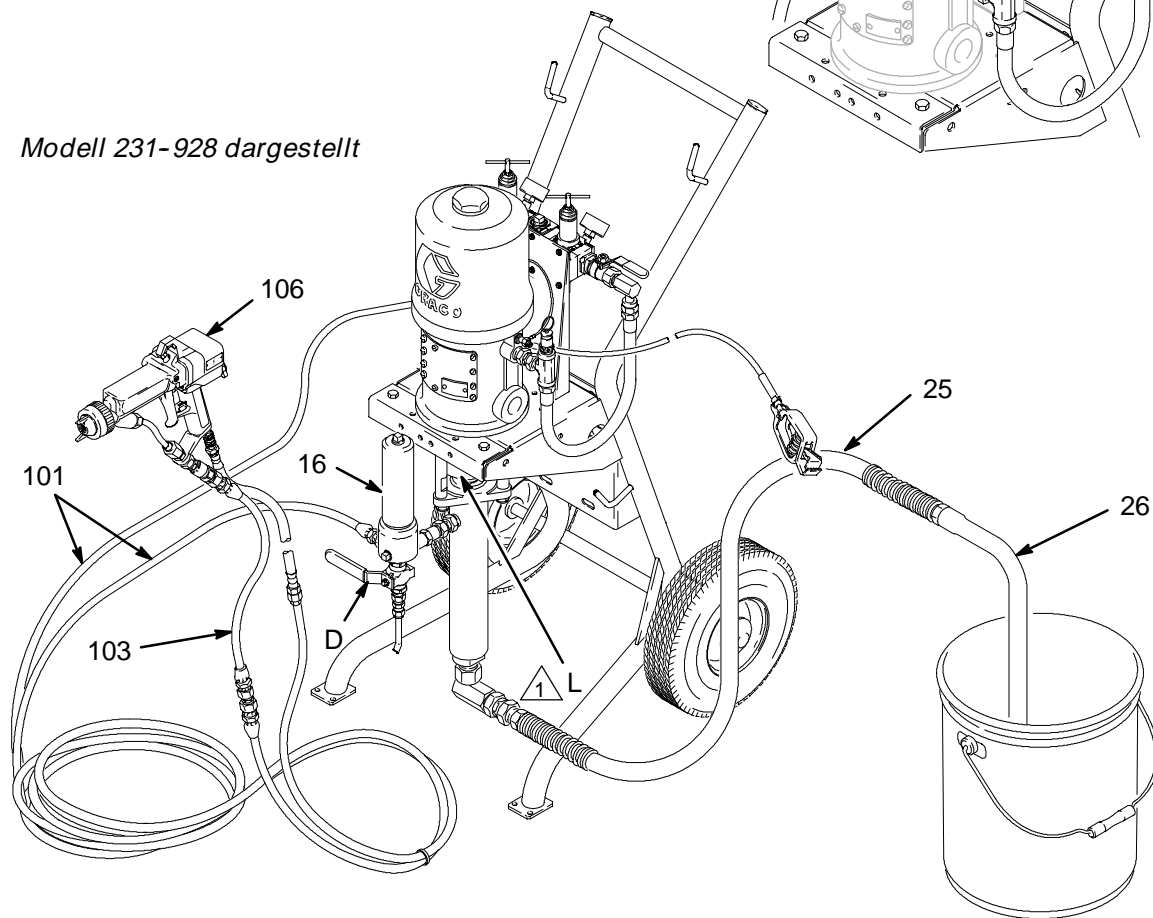

Abb. 5
Mit dem Luftfilter/Regler (G, siehe Abb. 5) der Pistole wird der Lufteingangsdruck zur Spritzpistole geregelt. Die Druckluft wird durch einen speziellen, elektrisch leitfähigen Luftschlauch in die Pistole zugeführt.
2. Düsenschutz und Düse von der Pistole (106) abnehmen. Siehe Pistolen-Betriebsanleitung.
3. Siehe Abb. 5. Pistolen-Luftfilter/Regler (G), Pumpenluftregler (F) und Lufthähne (B, E) mit Entlastungsbohrung schließen.
4. Materialentlastungsventil (D) schließen.
5. Luftleitung (A) am Drehgelenknippel des Luftverteilers (H) anschließen.
7. Das Saugrohr (26) der Pumpe in den Materialzufuhrbehälter geben.
8. Lufthähne (B, E) mit Entlastungsbohrung und den Pistolenluftfilter/Regler (G) öffnen.
9. Pistole (106) in einen geerdeten Metallbehälter richten und den Abzug betätigen.
10. Langsam den Pumpenluftregler (F) öffnen, bis die Pumpe anläuft.